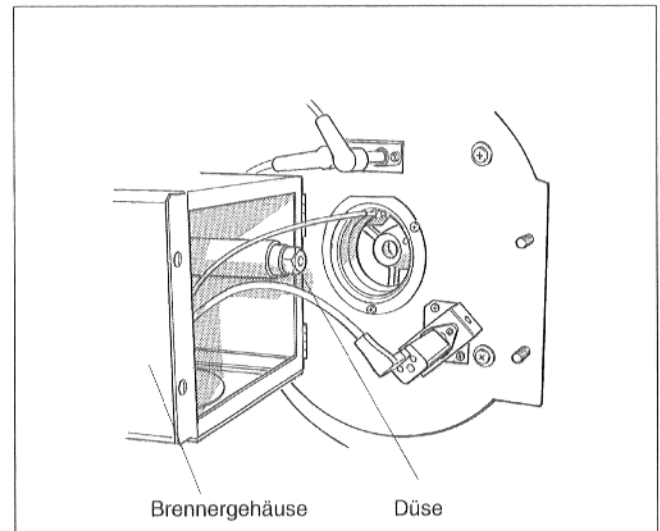

Abb.16: Brennergehäuse geöffnet
- Brennergehäuse mit Armatur zur Seite wegklappen. (Abb.16).